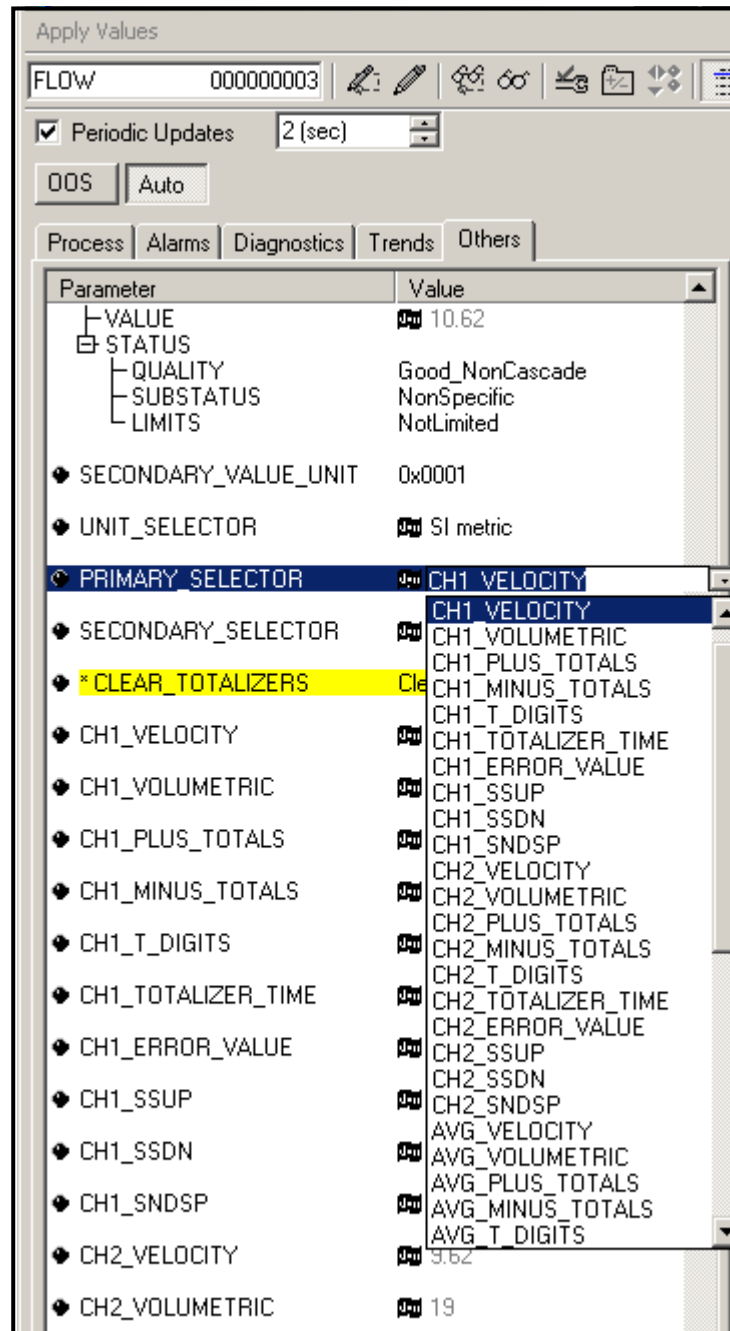

Figure 54: Liste déroulante du sélecteur principal
3. La fenêtre Sélection de fichier de site (Figure 54) s'ouvre. Mettez en surbrillance un fichier de site avec les paramètres souhaités, et cliquez sur [Ouvrir]. Le fichier de site devient le site de travail dans le compteur avec les paramètres souhaités.
1. Mettez en surbrillance le site souhaité dans le volet de gauche. (Voir Figure 54.)
1. Mettez le site en surbrillance dans le volet de gauche. (Voir Figure 54.)
2. Sélectionnez l'onglet Autres et ouvrez la liste déroulante pour PRIMARY_SELECTOR et SECONDARY_SELECTOR (reportez-vous à la Figure 54 à la page 129).
3. Choisissez l'unité dans la liste (voir Figure 54 à la page 129).